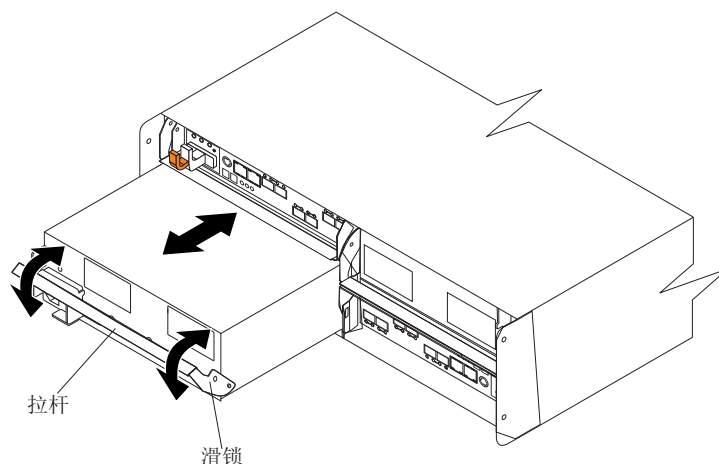

图 83. 更换电源和风扇单元
请使用以下过程更换交流电源和风扇单元。第 135 页的图 83 显示了如何卸下和插入部件。
11. 如图 83 中所示，慢慢地将拉杆从机箱拉出以卸下电源和风扇单元。